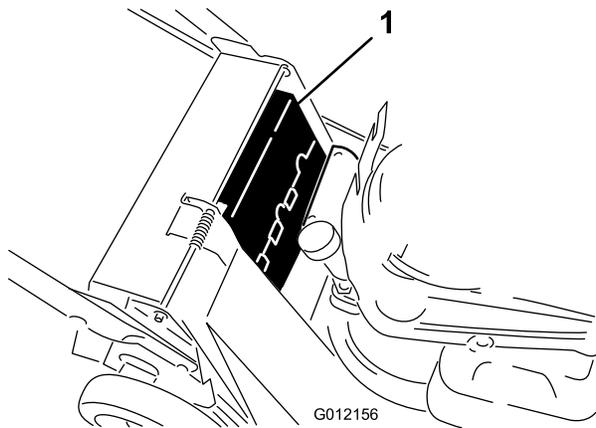

Bild 29
6. Entfernen Sie die obere Riemenabdeckung (Bild 29).